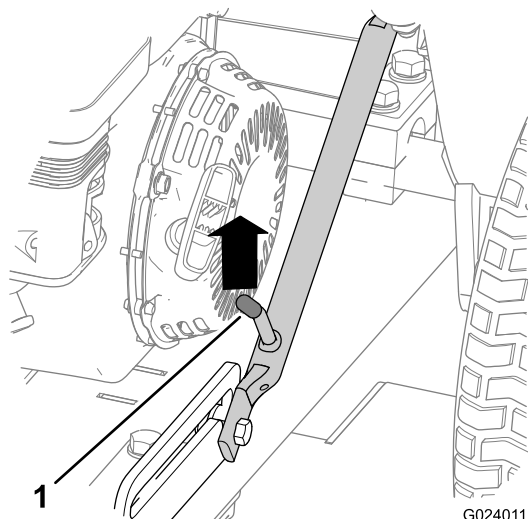

図6
- ラッチレバーがスライドディテントから外れるまで、ヒッチアセンブリを押し上げる図6。